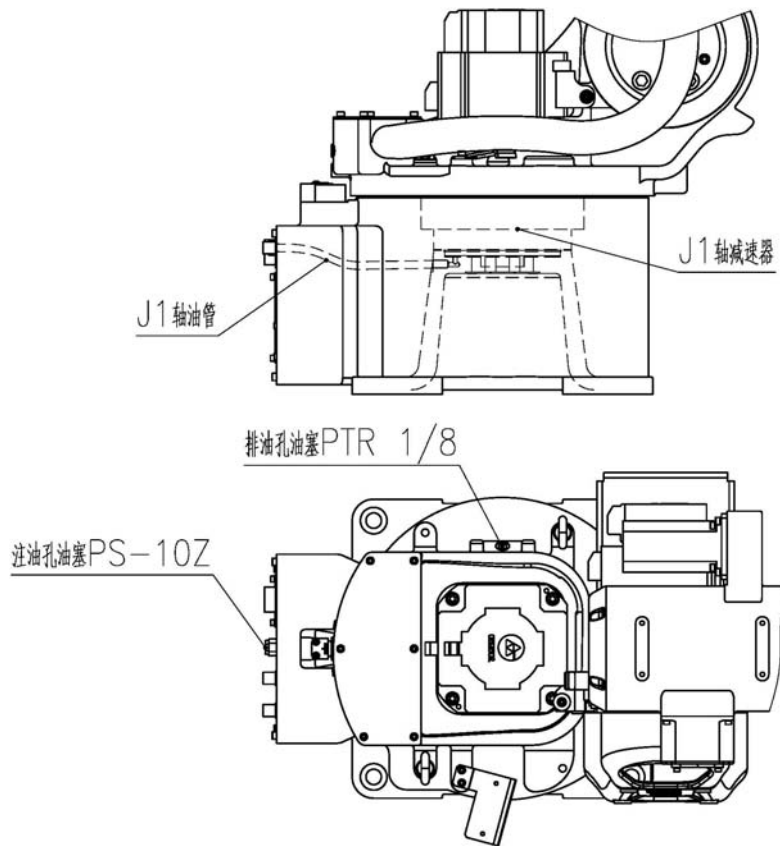

图 19 J1 轴减速机局部结构
(1) 油脂补充步骤（参考图 19）
- ③ 安装排油孔堵塞前，低速运转 J1 轴几分钟，使多余的油脂从排油孔排出；
④ 用布擦净从排油孔排出的多余的油脂，在排油孔安装堵塞。油塞的螺纹处要缠生胶带并用扳手拧紧。
(2) 油脂更换步骤（参考图 19）